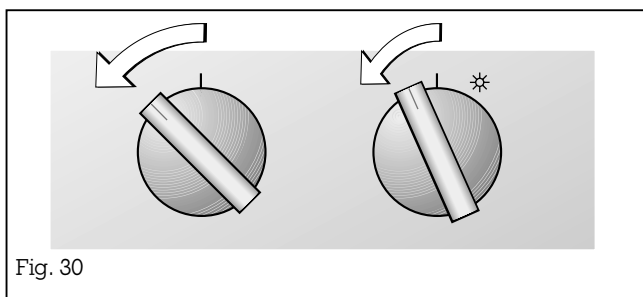

Fig. 30
- Partant de la position de départ, tournez les deux boutons d'un cran vers la gauche (fig. 30).